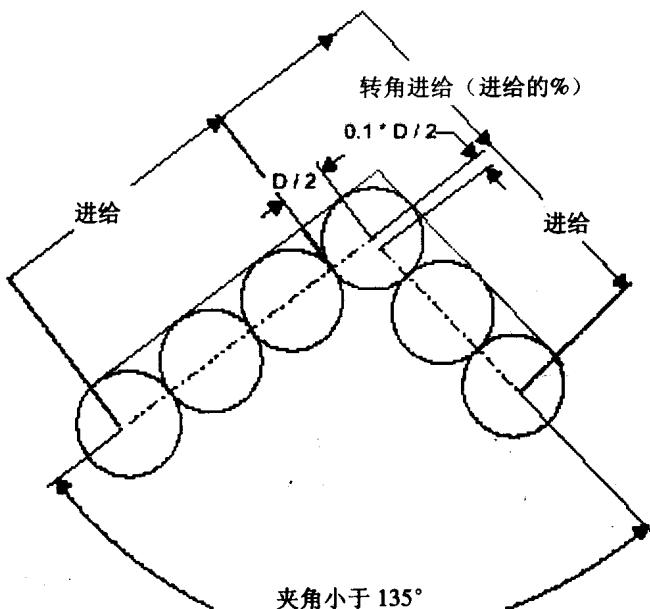

图 1-6
- (5) 【主轴转速= 1592】 (SPIN = 1592)：输入主轴每分钟运转的圈数。
- (6) 【进给率= 500.000】 (FEED = 500.000)：刀具移动的速度。
- (7) 【Z 轴进给 (%) = 30】 [ PLUNGE FEED (%) = 30 ]：刀具在缓降高度范围时的进给率。
- (8) 【转角进给 (%) = 100】 [ CORNER FEED (%) = 100 ]：刀具在转角切削时的进给率。此功能只适用于夹角小于  $135^\circ$  的情况，如图 1-6 所示。
参考图 1-6，刀具在快到转角半径时，在转角前的“ $0.1 \times$  刀具半径”处开始减速。到达转角时，以使用者设定的转角进给率切削。离开转角时开始加速。直到在离开转角后的“ $0.1 \times$  刀具半径”处恢复原来的进给率。